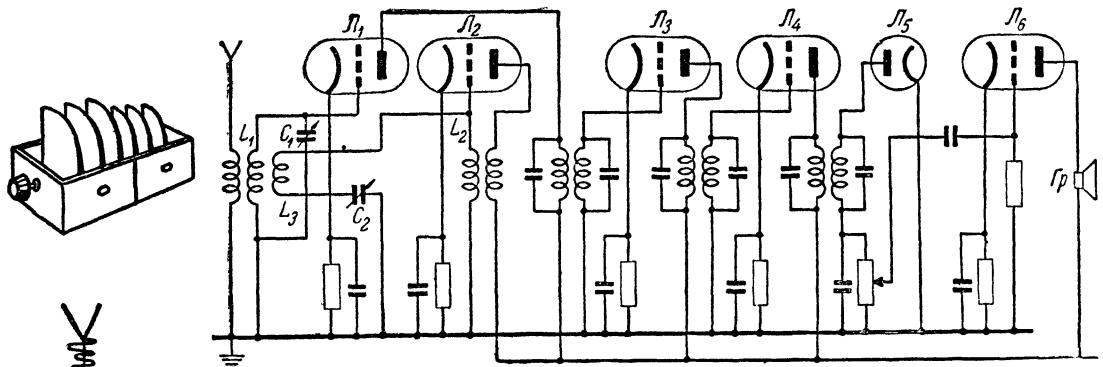

Рис. 93. Схема супергетеродина с гетеродином на отдельной лампе.
Одна из наиболее старых схем (рис. 93) хорошо иллюстрирует принцип работы супергетеродина. В контур  $L_2C_2$  гетеродина на отдельной лампе  $L_2$  включена маленькая катушка связи  $L_3$ , которая индуктивно связана с катушкой  $L_1$  входного контура. Благодаря этой связи колебания гетеродина вводятся в контур  $L_1C_1$ . Таким образом, на сетку лампы  $L_1$  одновременно подаются два переменных напряжения: напряжение, возбуждаемое в антенне, и напряжение от гетеродина. Лампа  $L_1$  работает как анодный детектор благодаря смещению за счет сопротивления в ее катоде. В результате детектирования двух колебаний, поданных на сетку лампы  $L_1$ , образуется промежуточная частота.
**Н.** — Я чувствую, что очарован преимуществами приемника с преобразованием частоты. Могу я начать строить приемник по схеме, приведенной на рис. 93?